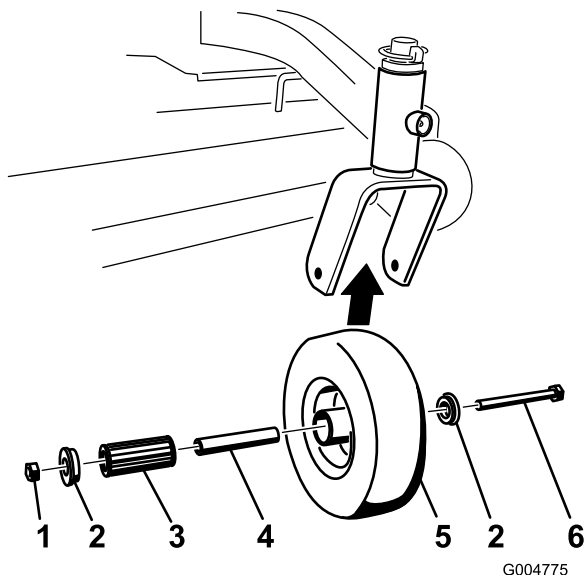

Figure 45
1. Enlevez le contre-écrou et le boulon de fixation de la roue pivotante à la chape (Figure 45).
2. Enlevez une bague, puis sortez la douille pour clé et le roulement à rouleaux du moyeu de roue (Figure 45).
3. Enlevez l'autre bague du moyeu, puis nettoyez la graisse et les saletés éventuellement présentes dans le moyeu (Figure 45).
4. Examinez l'usure du roulement à rouleaux, des bagues, de la douille pour clé et de l'intérieur du moyeu. Remplacez les pièces endommagées ou usées (Figure 45).
5. Pour le remontage, placez une bague dans le moyeu de la roue. Lubrifiez le roulement à rouleaux et la douille pour clé, et insérez-les dans le moyeu. Mettez la deuxième bague dans le moyeu (Figure 45).
6. Montez la roue pivotante dans la chape à l'aide du boulon et du contre-écrou. Serrez le contre-écrou jusqu'à ce que la base de la douille pour clé soit en appui contre l'intérieur de la chape (Figure 45).